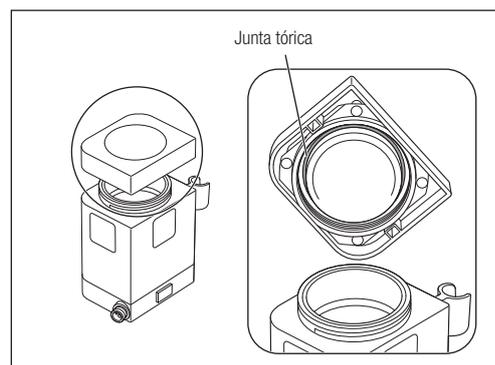

Fig. 49
- 2) Retire la junta tórica del interior de la tapa del depósito con la ayuda de una aguja, etc. (Fig. 49).